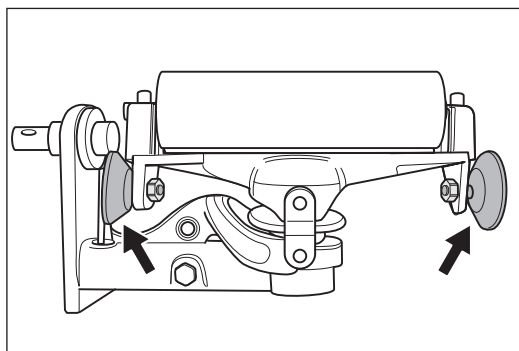

Abb. 64 Die beiden Leitrollen müssen leicht drehbar sein! Schwergängige oder feststehende Leitrollen müssen ersetzt werden!
- Die beiden Leitrollen am Aggregatoberteil müssen leicht drehbar sein (Abb. 64)!